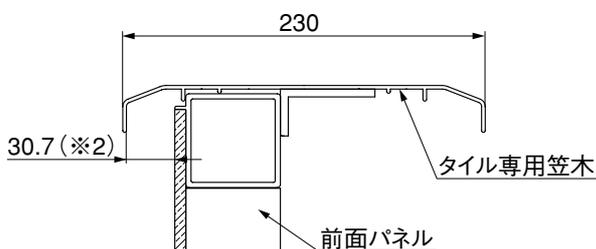
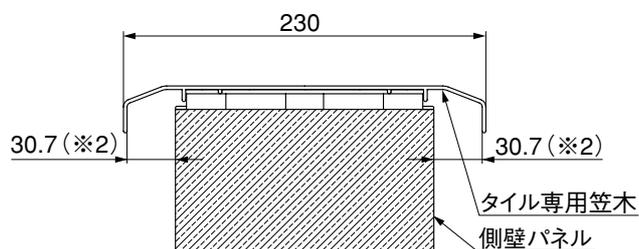

図1-3 前面パネルタイル専用笠木納まり
図1-4 側壁パネルタイル専用笠木納まり
- 2 タイル等で表面の仕上げを行なう場合、タイル専用笠木と前面パネル・側壁パネルが重なる部分(※2)のタイル厚みが20mm以下のものを使用してください。(図1-3参照)(図1-4参照)